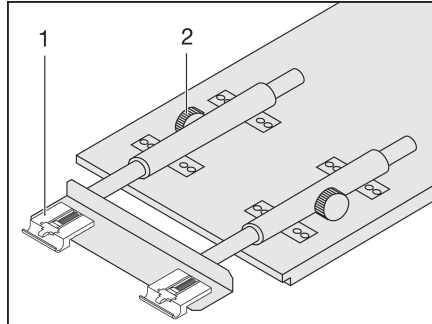

Fig. 79 Ampliación de la mesa colgante
- Soltar los tornillos moleteados (Fig. 79,2).
- Elevar el tablero de mesa ligeramente por delante y extraerlo hasta el tope. La prolongación de mesa (Fig. 79,1) está completamente extraída.
- Elevar el tablero de mesa ligeramente por delante y empujarlo hacia atrás hasta el tope. La prolongación de mesa (Fig. 79,1) está completamente introducida.